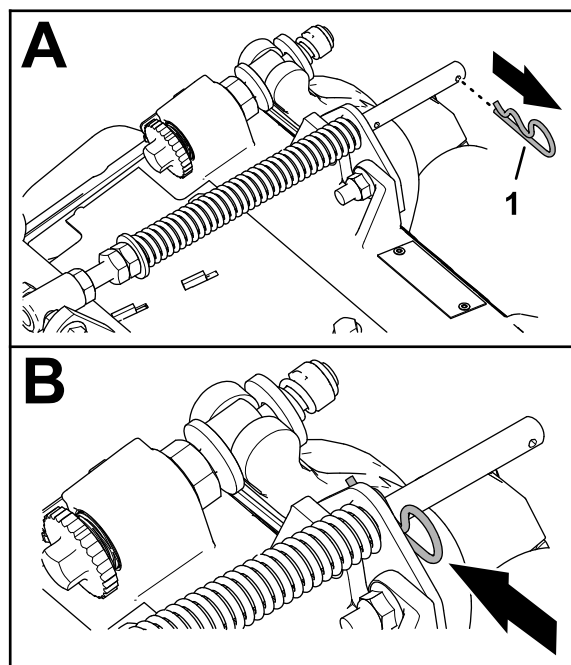

Figure 6
1. Si la goupille fendue est placée dans le trou arrière de la tige du ressort de compensation, retirez-la et insérez-la dans le trou près du support (Figure 6).